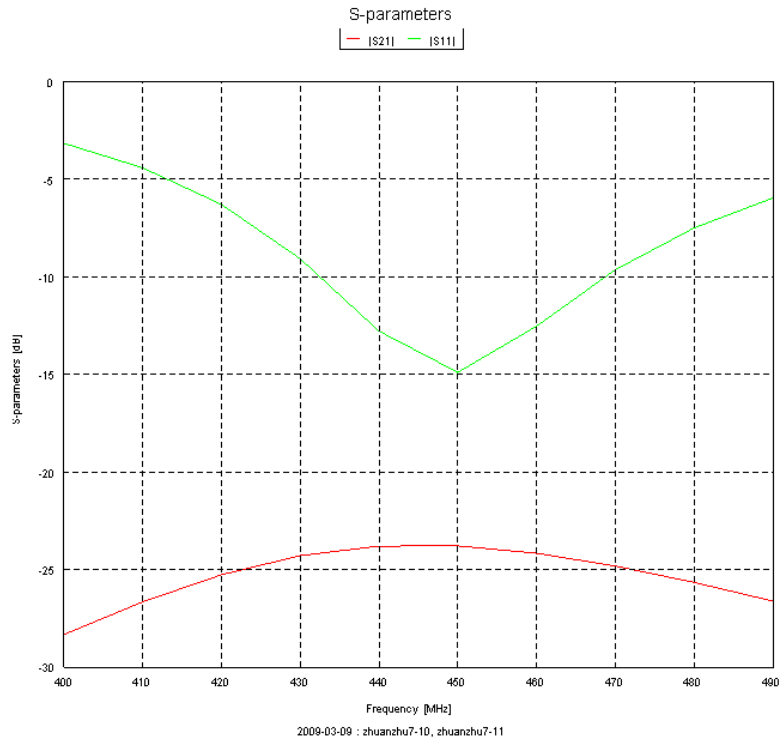

图 7-174 50Ω阻抗的端口 S 参数
(3) 计算结果分析。50Ω阻抗的 S 参数如图 7-174 所示。